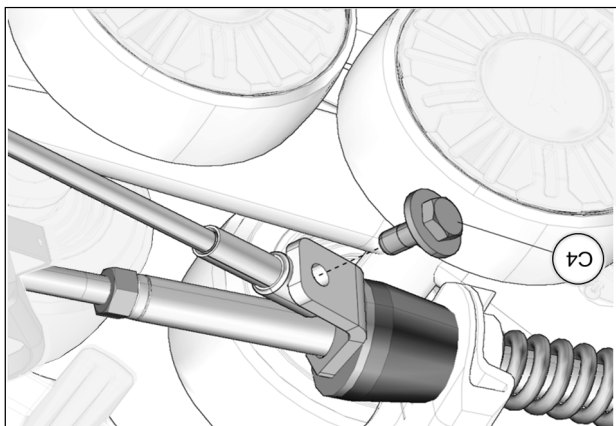

Fig. 26
16. Tourner légèrement le volant dans le sens contraire jusqu'à ce que le câble puisse être fixé à la plaque de support en utilisant le boulon (C4) fourni. Serrer à un couple de 35 N•m [24 lb•pi]. Voir la Fig. 26. Effectuer le même exercice du côté droit.